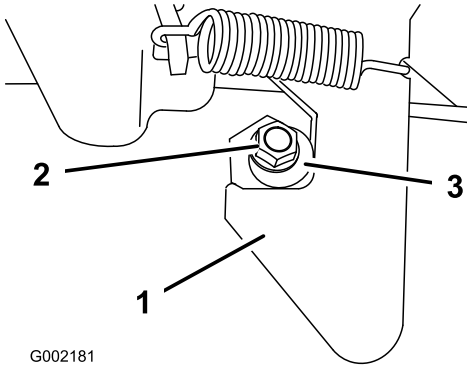

Bild 72
1. Lösen Sie die Sicherungsmutter am Ende der Riegelstrebe (Bild 72).
2. Drehen Sie die Riegelstrebe nach rechts, bis sie bündig mit dem Hakenteil des Riegels ist (Bild 72).